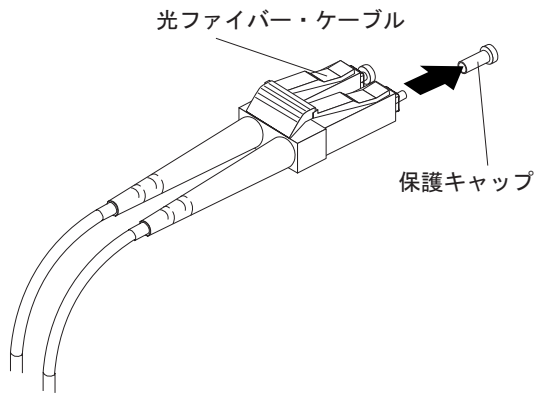

図 31. 光ファイバー・ケーブルの保護キャップの取り外し
3. 62 ページの図 31 に示すように、LC-LC ケーブルの一方の端から保護キャップ 2 個を取り外します。将来の利用のために、保護キャップを保管しておきます。